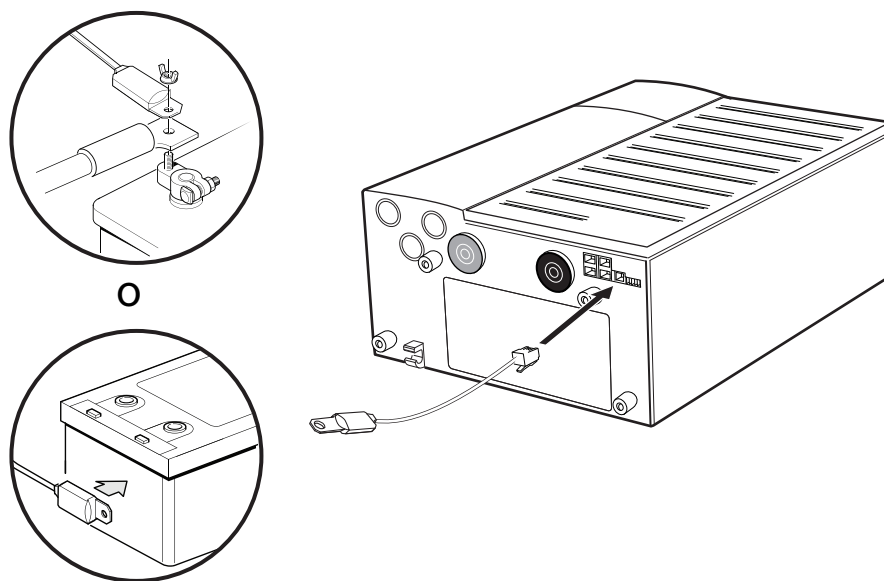

Figura 3-6 Instalación del Sensor de temperatura de la batería
2. Enrute el cable BTS a la caja de la batería, y luego conecte el BTS mediante uno de los siguientes métodos (como se muestra en la Figura 3-6 en las páginas 3–11).